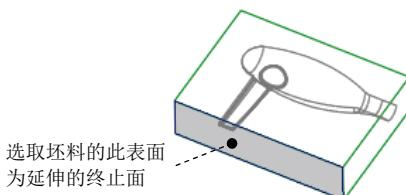

图 8.17 选取延伸的终止面
(4) 将坯料取消遮蔽。
(5) 选取延伸的终止面。
① 在操控板中按下按钮 (延伸类型为至平面)。
② 在系统 **选择曲面的边界边链以进行延伸** 的提示下，选取图 8.17 所示的坯料的表面为延伸的终止面。